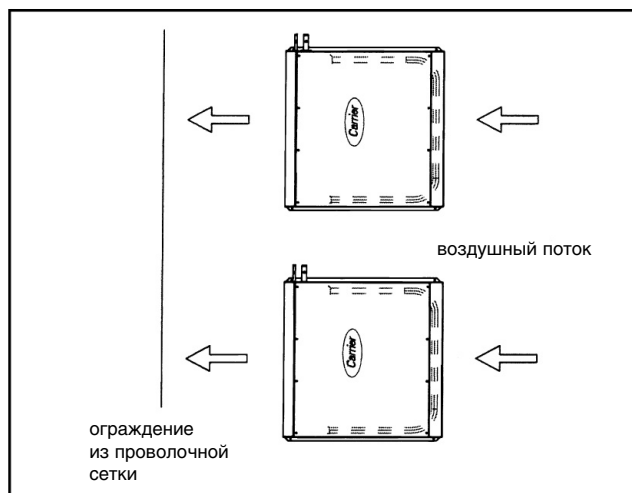
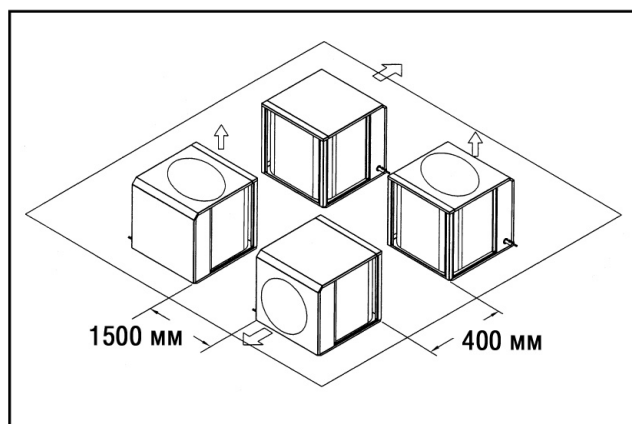

Рис. 6 Монтаж на крыше
Рис. 7 Минимальное расстояние между блоками
3. Установка на крышу: блок нужно разместить на ровной горизонтальной крыше или на каркасе. Если рядом устанавливаются несколько компрессорно-конденсаторных блоков, направление выхода воздуха из них должно быть таким, как показано на рис. 6. Минимальные допустимые расстояния между блоками показаны на рис. 7.